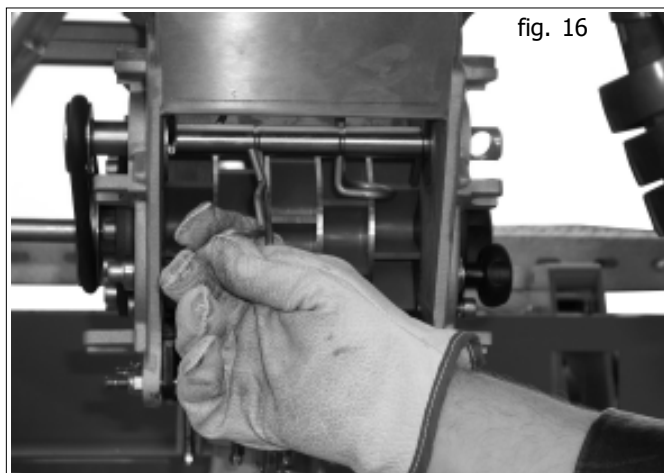

fig. 16
- Herausnehmen der mittleren Rührfinger (Abb. 16).